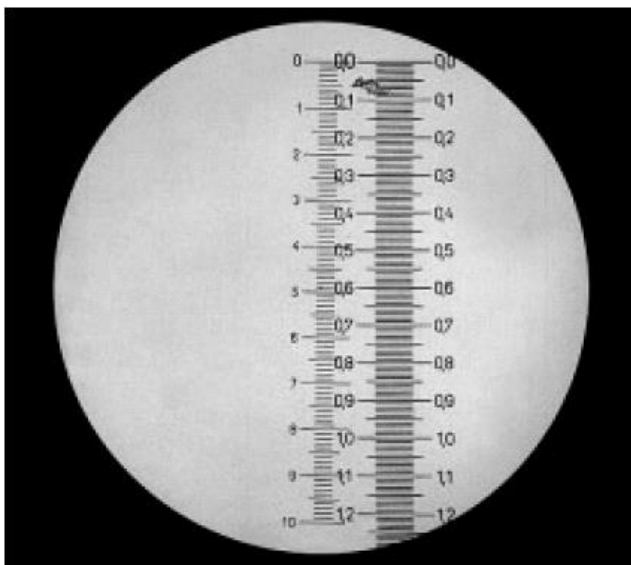

Рис. 33. Окулярная сетка в объективе (слева) и изображение микрометра предметного столика (справа)
- Окулярная шкала с делениями в окуляре (рис. 33) или тубус с устройством наложения диапозитива, или же окуляр с цифровым линейным измерением